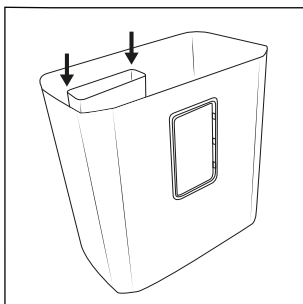

Fig. 1
- ◆ Montare il contenitore di raccolta piccolo **10** nel contenitore di raccolta grande **12**. Per farlo, spingere il contenitore di raccolta piccolo **10** verso il basso lungo i binari di guida del contenitore di raccolta grande **12**, finché non s'innesta completamente (vedere fig. 1).
- ▶ Svuotare i contenitori di raccolta ❿/⓫ ad intervalli regolari per evitare che il materiale venga attirato nelle lame dal basso.
- ◆ Afferrare il dispositivo di taglio ❻ dai due incavi ❸ integrati di sinistra e di destra e staccarlo dal contenitore di raccolta grande ⓫.
- ◆ Estrarre il contenitore di raccolta piccolo ❿ dal contenitore di raccolta grande ⓫.
- ◆ Svuotare il contenitore di raccolta grande ⓫ e il contenitore di raccolta piccolo ❿ separatamente.
- ◆ Montare il contenitore di raccolta piccolo ❿ nuovamente nel contenitore di raccolta grande ⓫ (vedi Fig. 1).